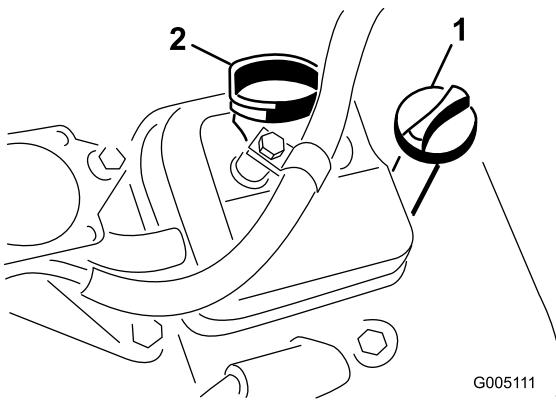

Bild 24
2. Nehmen Sie den Peilstab heraus und wischen Sie ihn mit einem sauberen Lappen ab. Stecken Sie den Peilstab in das Rohr und stellen Sie sicher, dass er vollständig eingeführt ist (Bild 24)